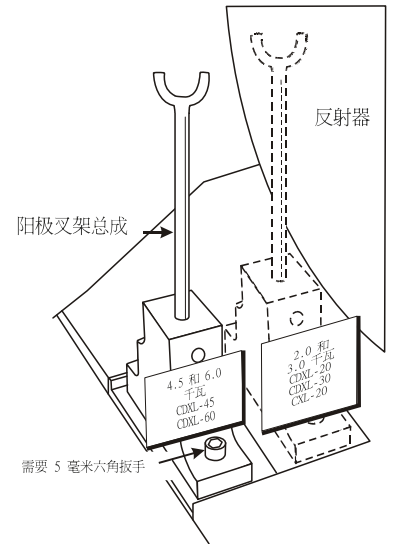

图 7-3 灯泡叉架位置
- 检查阳极叉架 (灯泡叉架) 位置是否正确。(图 7-3)